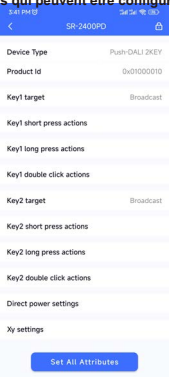

Figure 9
les options qui peuvent être configurées, comme illustré aux figures 9 et 10.
Étape 2: Paramètre « Key1 Target »: Cliquez sur « Key1 Target » comme le montre la figure 9, et nous pouvons définir la cible contrôlée de Key1, comme le montre la figure 11, la figure 12 et la figure 13. Il existe trois options: "Broadcast (par défaut d'usine)", "Dispositif (une roue de contrôle DALI unique)", "Groupe (un groupe DALI)". Le bouton "Enregistrer" dans le coin supérieur droit signifie enregistrer les paramètres sur votre smartphone et le bouton "Lire" indique la lecture et l'importation de cet attribut individuel à partir d'une unité de commande existante via NFC. Si vous ne souhaitez pas la configurer vous-même, le bouton "Write" en bas indique que cet attribut individuel est écrit dans l'unité de commande via NFC.
Étape 3: Paramètre « Action de pression courte Key1 »: Cliquez sur « Action de pression courte Key1 » comme le montre la figure 9. Nous pouvons définir la commande DALI déclenchée par une pression courte de Key1 comme le montre la figure 14. Jusqu'à 10 actions peuvent être définies, ce qui signifie que vous pouvez définir jusqu'à 10 actions (action 1 à action 10) pour que 10 courtes pressions en séquence forment une boucle, la première courte pression déclenche l'action 1, la deuxième courte pression action de déclenchement à pression courte 2, ..., 10ème action de déclenchement à pression courte 10, 11ème action de déclenchement à pression courte 1, 12ème action 2, ..., 20ème action de déclenchement à pression courte l'action 10, .... Par défaut d'usine, seulement 2 actions sont définies, les autres actions ne sont pas définies, ce qui signifie que, comme une boucle, les actions 1 et 2 ne sont pas déclenchées que par 2 courtes séquences. Les paramètres disponibles sont les suivants: